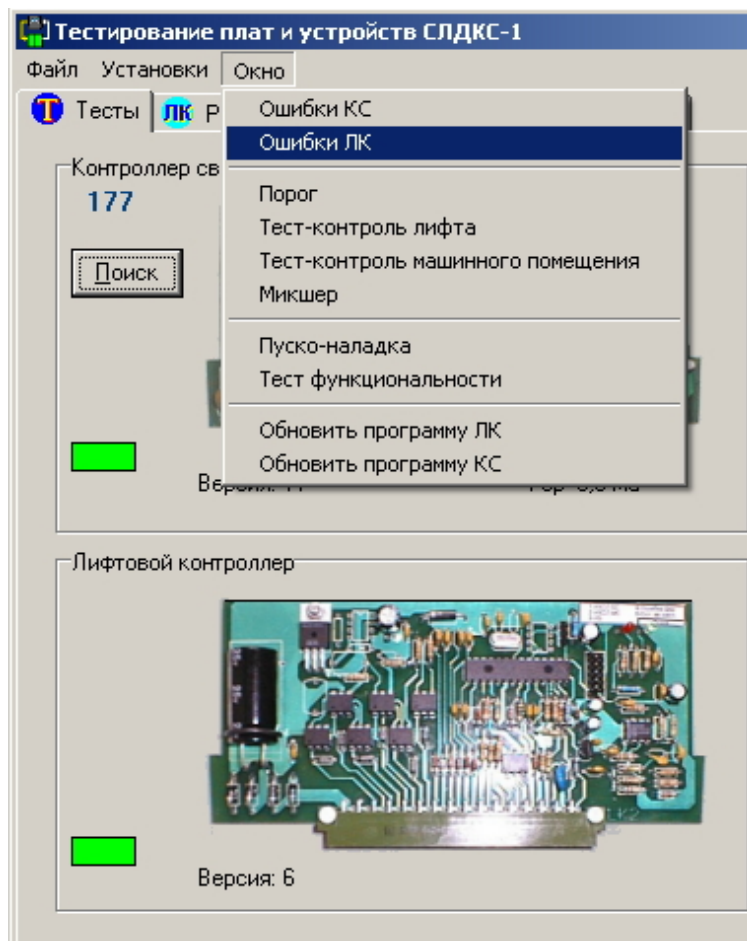

Рисунок 40. Вызов окна «Ошибки ЛК»
- При неудачном завершении теста следует перейти к полуавтоматическому поиску неисправности на плате лифтового контроллера. Для этого выберите пункт основного меню **Окно/Ошибки ЛК** (рисунок 40).